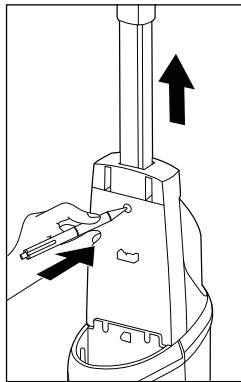

Fig. 2
- Se desejar voltar a remover o cabo do aparelho **1**, deverá retirar primeiro o reservatório de água limpa **11** do aparelho, a fim de aceder ao mecanismo de encaixe do cabo do aparelho **1** (ver capítulo **Encher o reservatório de água limpa**). Depois de ter removido o reservatório de água limpa **11**, pressione o mecanismo de encaixe do cabo do aparelho **1** para fora da abertura de encaixe, utilizando um objeto pontiagudo. Em seguida poderá voltar a retirar o cabo do aparelho **1** para fora do aparelho (ver fig. 2).